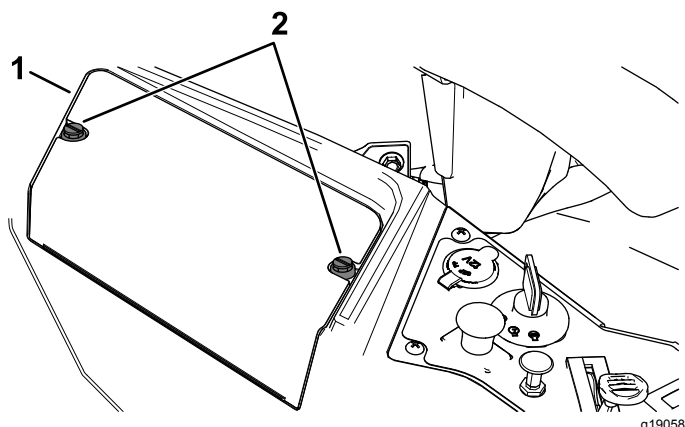

Figure 53
3. Desserrez les 2 fixations sur le couvercle de la batterie en les tournant de 1/4 de tour dans le sens antihoraire, et déposez le couvercle (Figure 53).
6. Reposez le couvercle de la batterie en appuyant dessus et en serrant les 2 fixations dans le sens horaire (Figure 53).